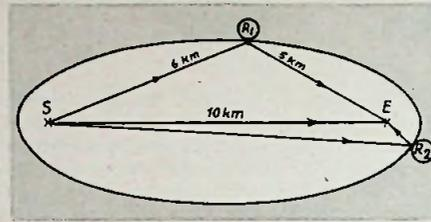

Abb. 29. Ellipse als Ortskurve für Reflexionen
2. Mit dem so errechneten Umweg (hier 1 km) und dem Entfernungswert Sender—Empfänger (z. B. 10 km) können wir auf der Landkarte eine Kurve konstruieren, auf der sich unbedingt der Herd der Reflexion befinden muß. Wir wissen, daß es (mathematisch gesprochen) eine Ortskurve für alle die Punkte gibt, für welche die Summe der Entfernungen von zwei festen Punkten konstant ist: die Ellipse (Abb. 29). In unserem Falle sind Sender S und Empfänger E die festen Punkte (Brennpunkte der Ellipse). Für die Reflexionspunkte  $R_1$  und  $R_2$  sind die Summen der Entfernungen (S bis  $R_1$  +  $R_1$  bis E bzw. S bis  $R_2$  +  $R_2$  bis E) konstant = hier 10 + 1 km. Alle von S ausgehenden Strahlen, die von einem beliebigen Punkt auf der Ellipse nach E reflektiert werden, machen einen Umweg von 1 km.